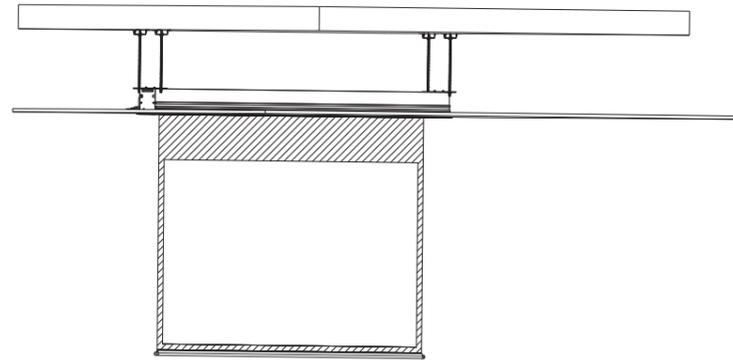

图25
- 3) 将挡板的锁扣件打下如图25所示,(可上下移动挡板,直到听到"咔"一声),将锁扣件插销插入塑料端盖小孔内,如图26所示;让挡板不能往上挪动,使其与装饰底相平。
11.安装完后最终效果图,如图25所示。